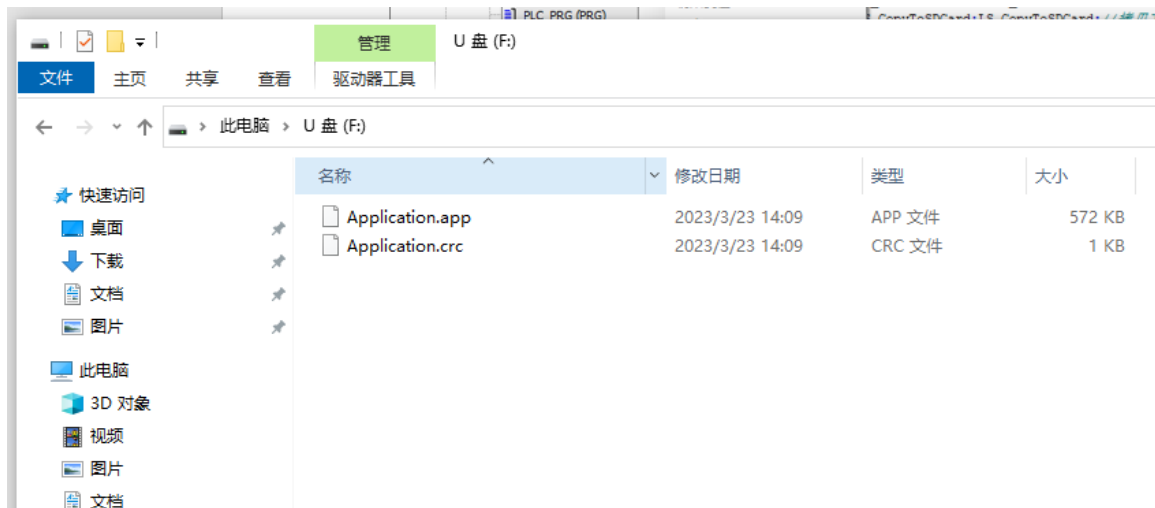

图 13.6 应用程序包存放位置
2) 将应用程序包存放在 SD 卡的根目录下，如图 13.6 所示。